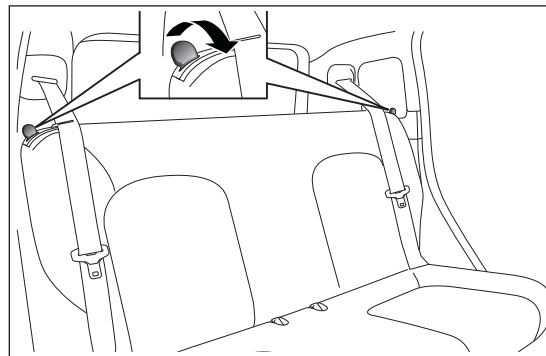

fig. 55
- ❑ accionar las palancas en los lados de los asientos traseros fig. 55 empujándolas hacia el interior del vehículo, abatir el respaldo y, a continuación, acompañar el respaldo hacia el cojín.